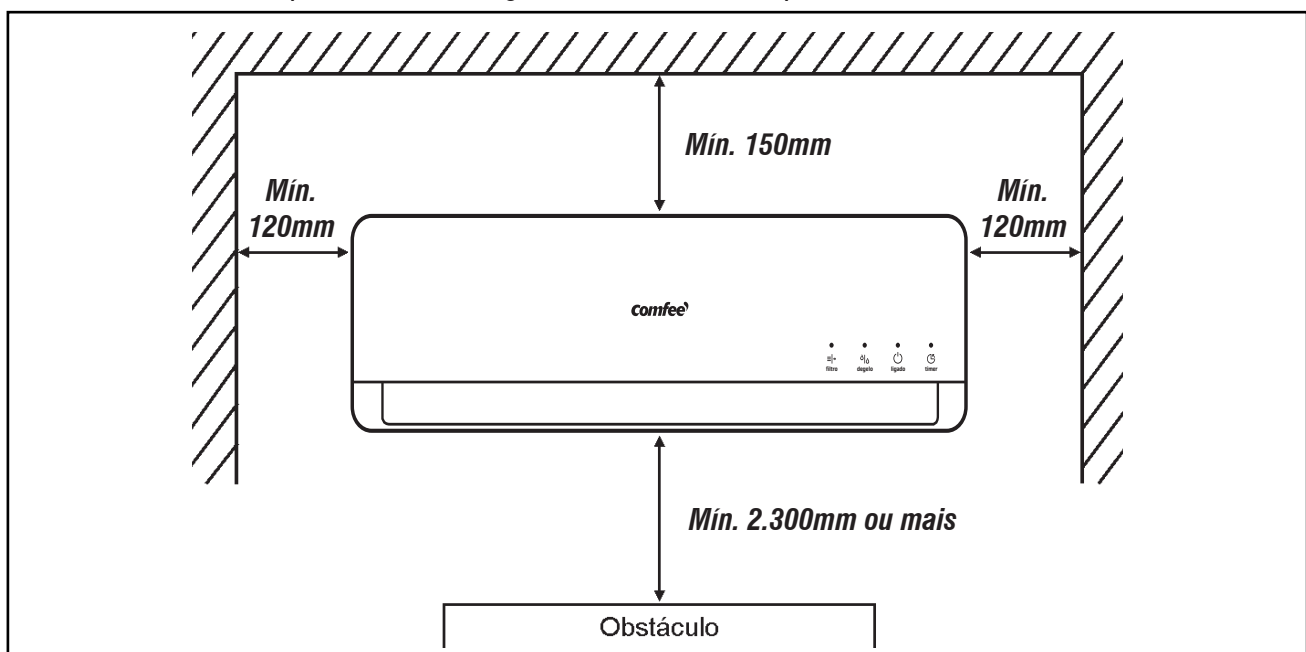

FIGURA 7 - ESPAÇOS MÍNIMOS RECOMENDADOS
- Selecionar um local com espaço suficiente que permita reparos ou serviços de manutenção em geral, como por exemplo a limpeza do filtro de ar. Os espaços mínimos apresentados na figura 7 deverão ser respeitados.